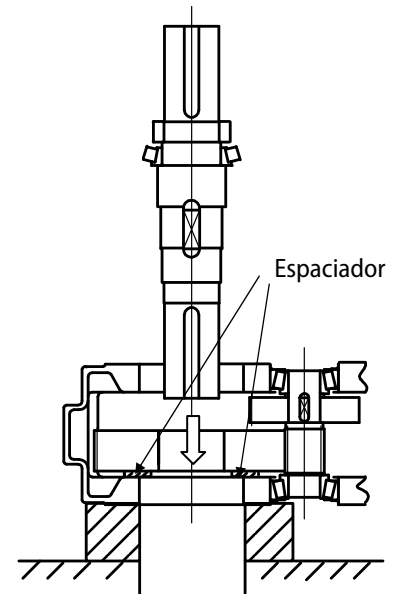

Fig. A-7 Inserción del eje
- Coloque cuidadosamente el engranaje en la carcaza e introduzca el bloque espaciador entre la pared interna de la carcaza y el engranaje (vea la Fig. A-7).
- Coloque el eje en el orificio del engranaje, a través del orificio de la carcaza, y use la prensa para encajar el engranaje sobre el eje, hasta el reborde del mismo (vea la Fig. A-7).